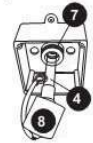
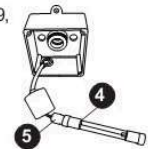

FIGURE 3
FIGURE 4
- Une fois la lampe UV refroidie, enlever le couvercle (10) et le joint d'étanchéité (9) du système CLEARRAY en dévissant les quatre vis (11).
- Enlever la gaine protectrice noire (8) en la faisant glisser le long du câble pour l'éloigner de l'écrou à compression (7) (Figure 3).
- Retirer délicatement la lampe UV (4) du tube de quartz.
- Retirer la douille (5) de la lampe UV (4) (Figure 4).
- Retirer l'écrou à compression (7) en le tournant dans le sens contraire des aiguilles d'une montre (Figure 3). Au besoin, utiliser une pince multiprise à crémaillère (Figure 5). Vous remarquerez une rondelle de compression en acier inoxydable (6) qui glisse sur le tube de quartz; il faut conserver cette rondelle (6) pour la réutiliser plus tard (Figure 6). Tenir la bague d'étanchéité noire (13) et retirer délicatement le tube de quartz.
- Vous pouvez maintenant nettoyer ou remplacer le tube de quartz (2). Pour nettoyer le tube (2), suivre les étapes 8 et 9, puis passer à l'étape 10. S'il faut remplacer le tube (2), sauter les étapes 8 et 9, et passer directement à l'étape 10.
- Faire glisser la nouvelle lampe UV (4) dans le tube de quartz (Figure 3).
- Réinstaller la gaine protectrice noire (8) sur l'écrou à compression (7).
- Réinstaller le couvercle (10) et le joint d'étanchéité (9), et visser le tout en place.